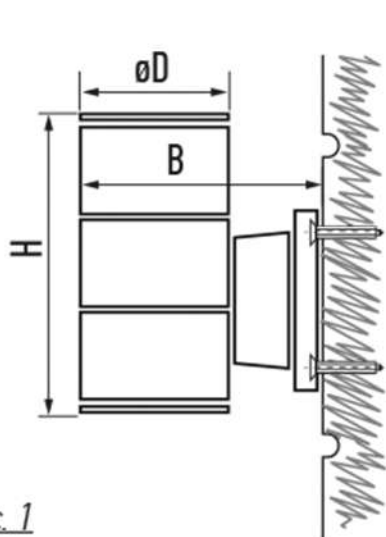
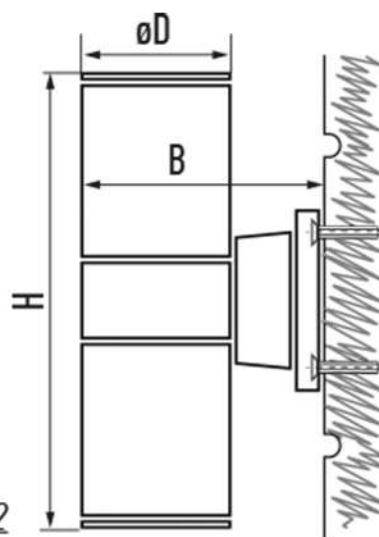

Рис. 1
Рис. 2
- 1.2 Светильник светодиодный фасадный серии PWL производится в 2-х модификациях: одностороннего свечения PWL-145110/24D 1x9W (рис. 1) и двухстороннего свечения PWL-26090/24D 2x5W, PWL-245110/24D 2x9W, PWL-245110/24D 2x12W (рис. 2).